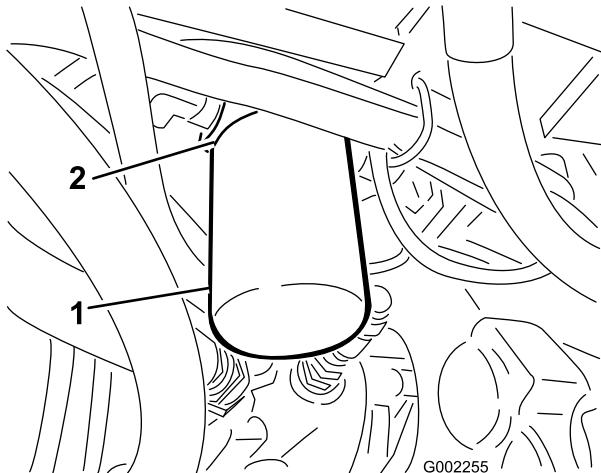

図 59
2. フィルタ容器の周辺をウェスできれいにぬぐう (図 59)。
4. フィルタを外す(図 59)。
5. 新しいフィルタのガスケットにオイルを塗る(図 59)。